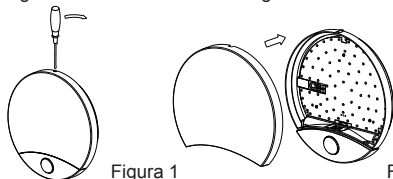

Figura 1
- Retire a proteção de plástico para abri-lo (veja a figura 1 e 2)